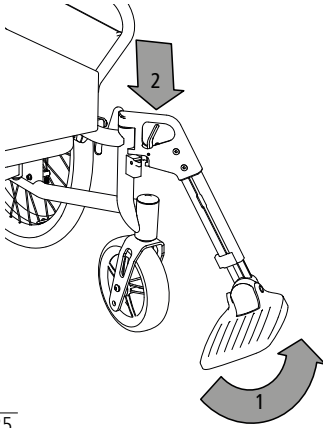

Abb. 25
1. Börja med att ta bort vadstödet (se kapitel 3.6) och sedan fotplattan. Fäll upp fotstödet (1, bild 25).
2. Öppna låsspaken (2, bild 25) och fäll benstödet utåt.